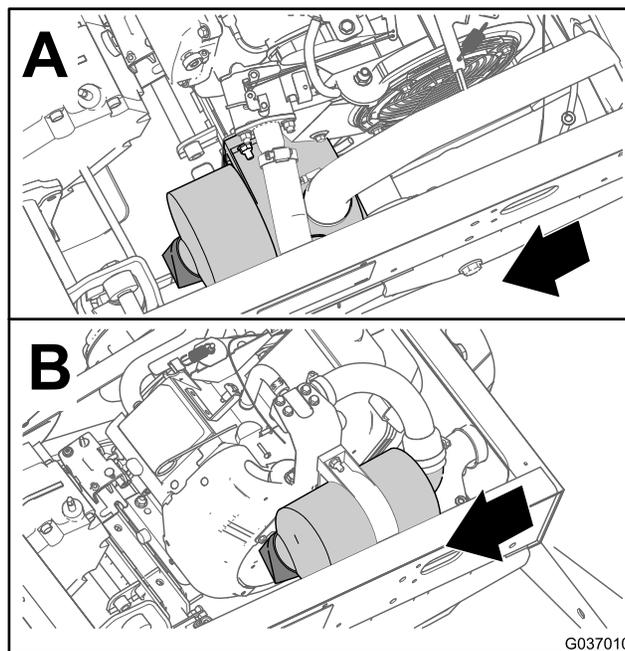
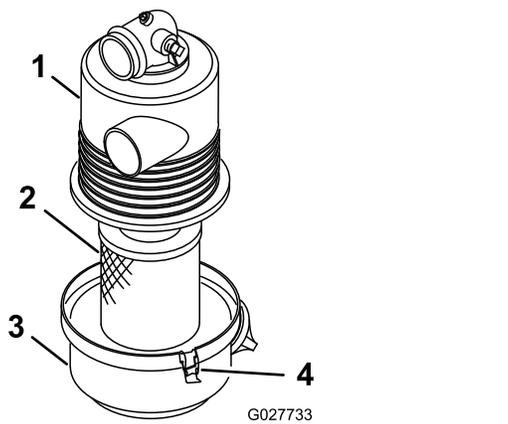

図 36
図 37
2. エアクリーナ本体にリーク原因となりそうな傷がないか点検する 図 36 と 図 37。
- エアフィルタのカバーをエアフィルタのハウジングに固定しているラッチを外す 図 37。
- ボディからカバーを外し、カバーの内部を清掃する 図 37。
- エアフィルタのハウジングにエレメントを取り付ける (図 37)。
- エアクリナーのカバーとハウジングを合わせる 図 37。
- カバーをハウジングにラッチで固定する(図 37)。